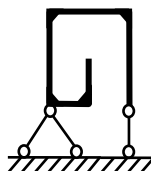

Рис.2
- 2) рис. 2;
- 4) рис. 2, 4.
- 2) рис. 2, 4;
- 3) рис. 2, 3;